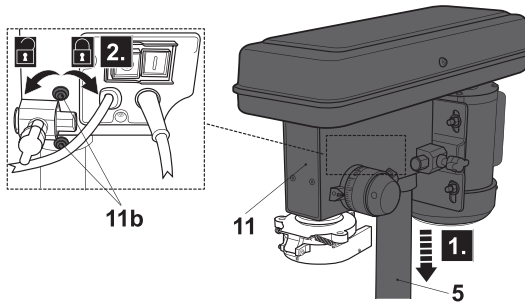

Fig. 3
- > Coloque el cabezal de la herramienta (11) en la columna (5).
- > Alinee el cabezal de la herramienta (11) con la mesa de taladro (7) y la base (6).
- > Apriete los pernos de bloqueo (11b) con una llave hexagonal de 4 mm (17) (Fig. 3). No los apriete en exceso.